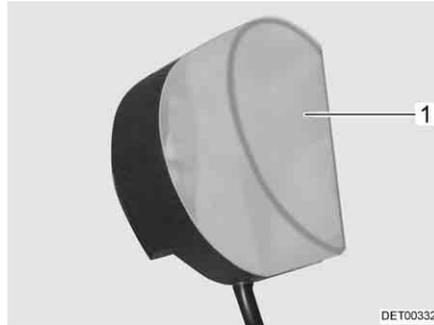

Fig. 206 Lámpara del armario ropero
- Comprimir ligeramente la cubierta de la luz (Fig. 206,1) y retirarla.